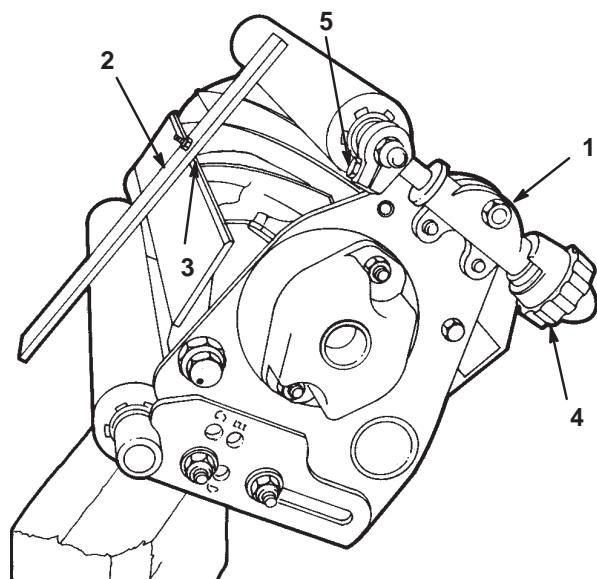

図7
2. カッティングユニットを立て、前ローラ調整ネジを刈り高ブラケットに固定しているロックナットをゆるめる（図7）。
4. 前後のローラにゲージバーを差し渡し、ゲージバーのネジ頭がベッドナイフにぴったりと当たるように、刈り高ノブを調整する（図7）。